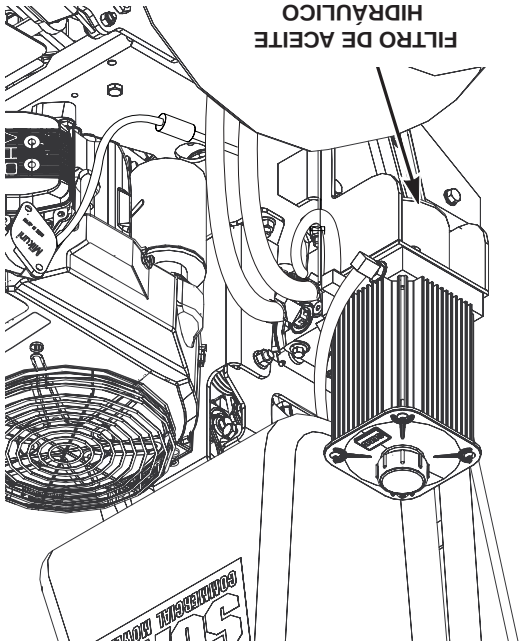

Figura 7-3 Filtro de aceite hidráulico
1. Quite el elemento del filtro de aceite (Figura 7-3) y deséchelo adecuadamente. Llene el nuevo filtro con aceite limpio de motor e instálelo. Apriételo a mano solamente.